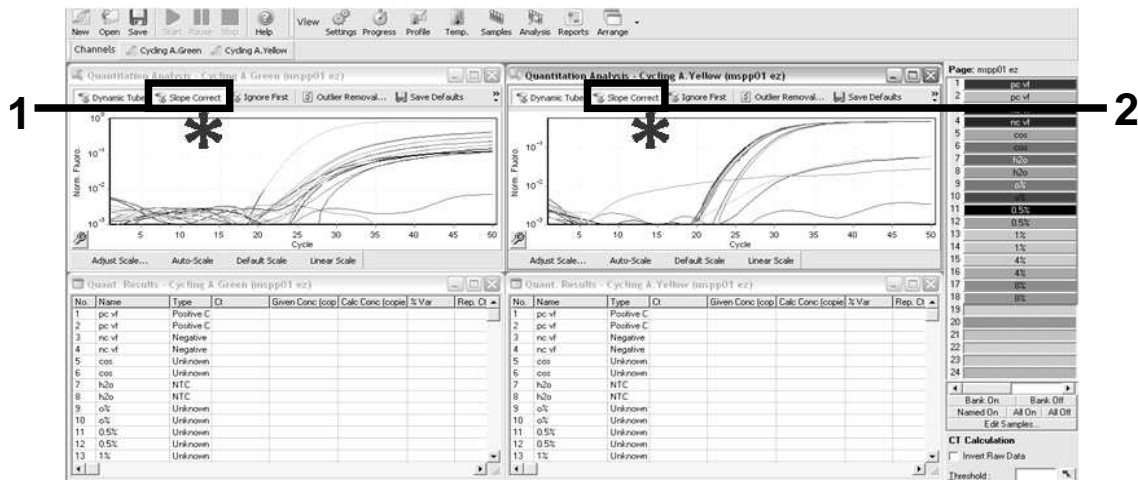

Figura 10. Impostazione di "Slope Correct".
19. Si apre una nuova finestra (Figura 10). Cliccare su "Slope Correct" (correggi pendenza) in entrambe le sezioni, come indicato nella Figura 10.